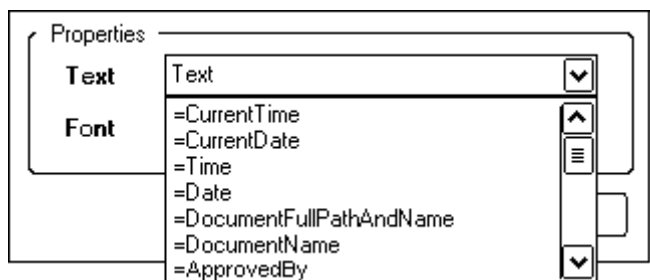

Рис. 3.4. "Специальные строки" в списке параметров документа
10. В поле **Properties** окна редактирования текста щелчком мыши развернуть выпадающий список в строке **Text** (рис. 3.4). В списке представлены "специальные строки" — имена реквизитов из поля параметров документа с предшествующим им знаком равенства.